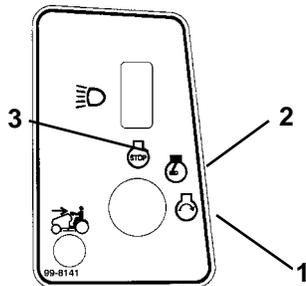

Bild 9
5. Den Zündschlüssel im Uhrzeigersinn drehen und in der "START"-Position halten (Bild 9). Sobald der Motor anspringt, den Schlüssel wieder loslassen.